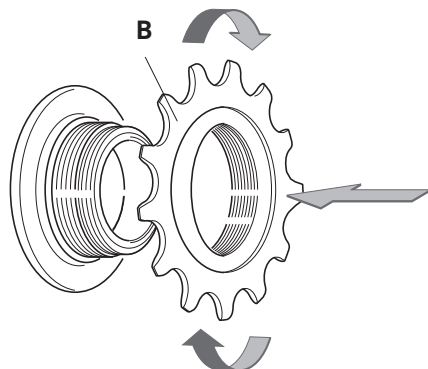

Abb. 7
- Montieren Sie das feste Ritzel (B - Abb. 7) auf den Gewindekörper der Nabe, indem Sie es mit einem Schlüssel mit Kette Campagnolo® UT-CS060 im Uhrzeigersinn bis zum Anschlag aufschrauben.